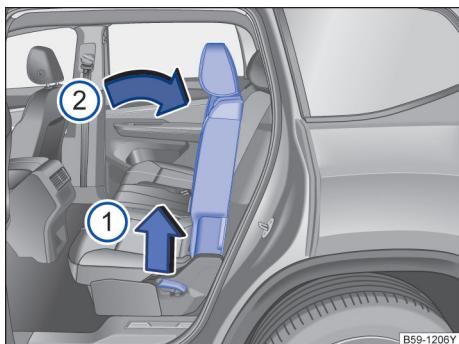

图 80 调节后排座椅靠背
- 用一只手扶住右侧或左侧后排座椅靠背，同时用另一只手拉起相应的拉手→图 80①。
- 克服弹簧力用手将后排座椅靠背移到所需位置→图 80②。